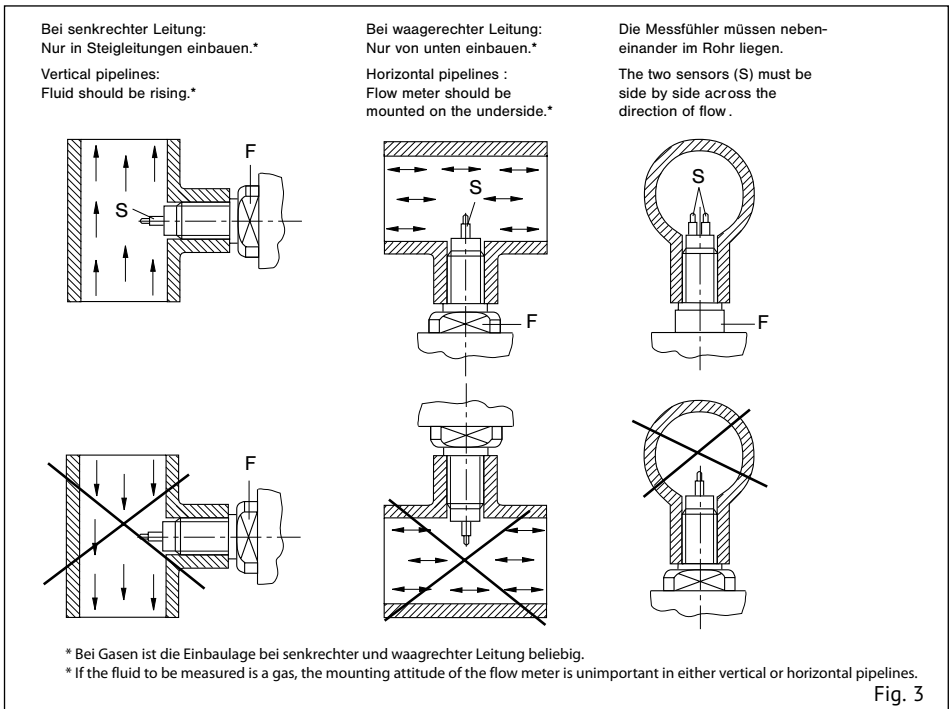
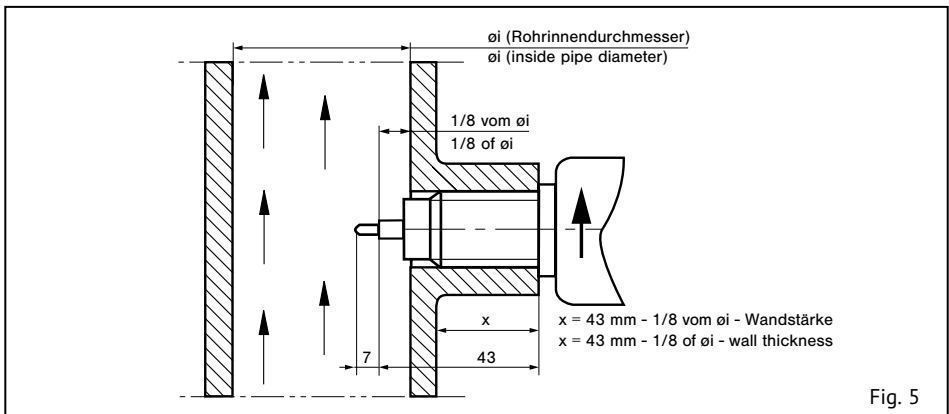

Fig. 3
Fig. 5
- 2 Den Einbauort wie folgt wählen (siehe Fig. 3):
- 2 The flow meter should be installed in the pipe in accordance with the following conditions (see fig. 3):
Die beiden Messfühler (S) müssen im eingebauten Zustand nebeneinander im Strömungsmedium liegen. Dies ist der Fall, wenn die Schlüsselansatzflächen (F) parallel zur Rohrleitung stehen (siehe Fig. 3). Bis 56 mm Rohrinne Durchmesser sollte der Einschraubstutzen bündig mit der Rohrwand sein. Größer 56 mm Rohrinne Durchmesser sollte die Fühlermitte (schräger Absatz) auf $1/8$ des Rohrinne Durchmessers eingeschraubt werden. Der Pfeil (Laserbeschriftung) an der Seite des Gehäuses muss in Strömungsrichtung zeigen (siehe Fig. 5).
The two sensors (S) of the flow meter must be aligned side by side directly across the direction of flow. The sensors are correctly positioned when the wrench flats (F) are aligned parallel with the pipe (see fig. 3). For inside pipe diameters up to 56 mm (2.2 in) the shaft end should be in line with the inner pipe wall. For inside pipe diameters above 56 mm (2.2 in) the shoulder of the two sensors (7 mm (0.28 in) from the tip) should be positioned at $1/8$ of inside pipe diameter $\varnothing i$. The arrow (laser marking) at the side of the housing must show in direction of flow (see fig. 5).
Die beiden Messfühler (S) müssen im eingebauten Zustand nebeneinander im Strömungsmedium liegen. Dies ist der Fall, wenn die Schlüsselansatzflächen (F) parallel zur Rohrleitung stehen (siehe Fig. 3). Die Fühlermitte (schräger Absatz) sollte bei 1/8 des Rohrinneindurchmessers positioniert werden. Der Pfeil (Laserbeschriftung) an der Seite des Gehäuses muss in Strömungsrichtung zeigen (siehe Fig. 7).
The two sensors (S) on the flow meter must be aligned side by side directly across the direction of flow. The sensors are correctly positioned when the wrench flats (F) are aligned parallel with the pipe (see fig. 3). The shoulder of the two sensors (7 mm (0.28 in) from the tip) should be positioned at 1/8 of inside pipe diameter $\varnothing i$. The arrow (laser marking) at the side of the housing must show in direction of flow (see fig. 7).